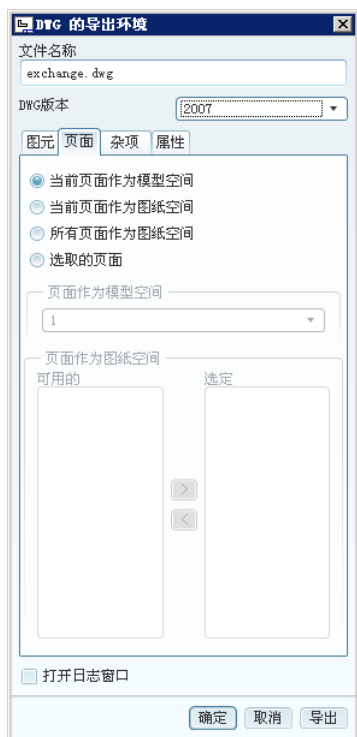

图 9.5.9 “页面”选项卡
(3) 在图 9.5.9 所示的 **页面** 选项卡中选中 ☒ **当前页面作为模型空间** 复选框, 其他复选框中所指的“图纸空间”为 AutoCAD 中的布局空间。